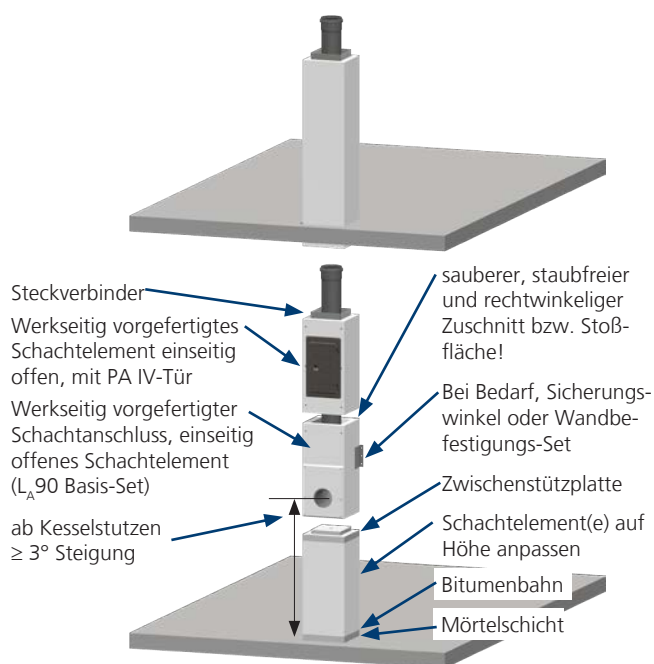

Abb. 23: typischer Sockelaufbau
Die Deckel der einseitig offenen Schachtelemente müssen an den Kontaktflächen der Schachtwände, über die gesamte Höhe, ca. bleistift dick mit einer Brandschutzkleberraupe eingedichtet werden (Abb. 23).
- ☞ Ggf. Schachtelement rechtwinklig auf Höhe anpassen und bis zum Schachtanschluss aufbauen. Beachten Sie einen lotrechten Aufbau (Abb. 23).